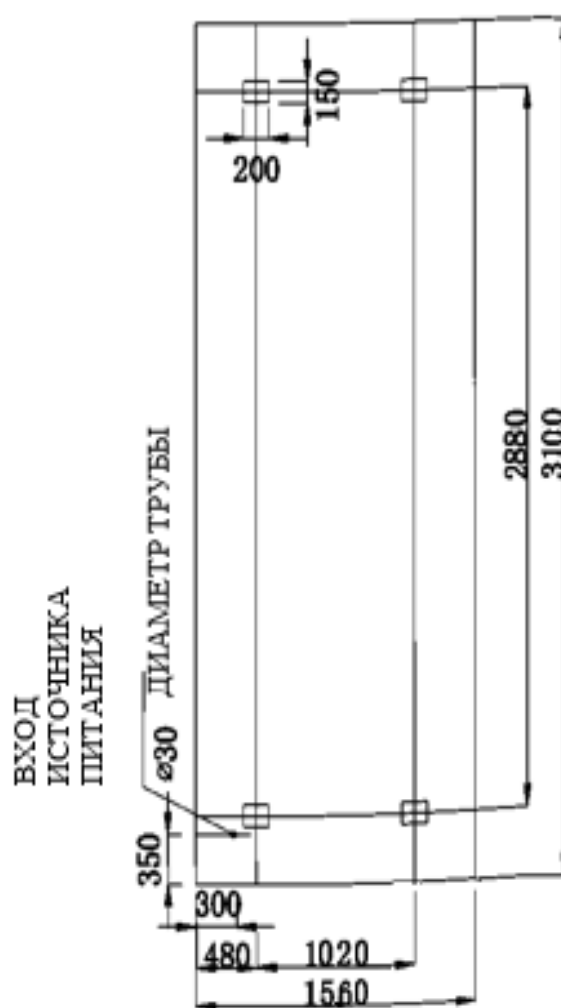

Рисунок 9. Схема основания 6х2500
- a. размеры основания см. на схеме установки основания (Рис. 9).